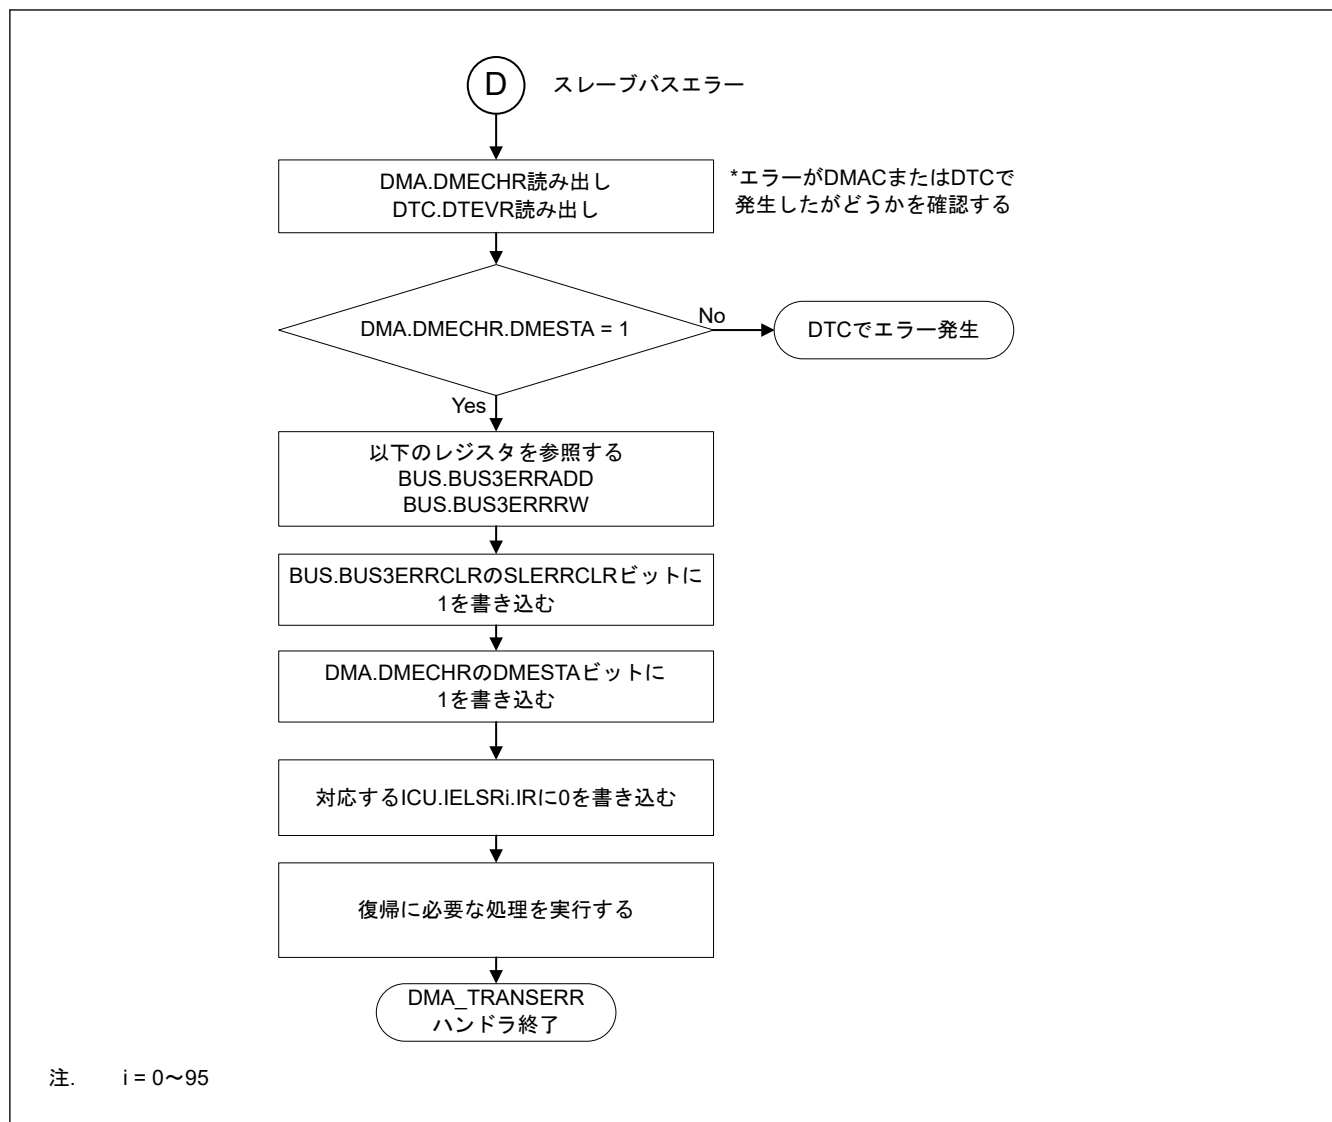

図 16.31 スレーブバスエラーによる DMA_TRANSERR ハンドラの処理
- 図 16.31 に DMAC のスレーブバスエラーが発生したチャネルとセキュリティ属性を確認するフローを示します。